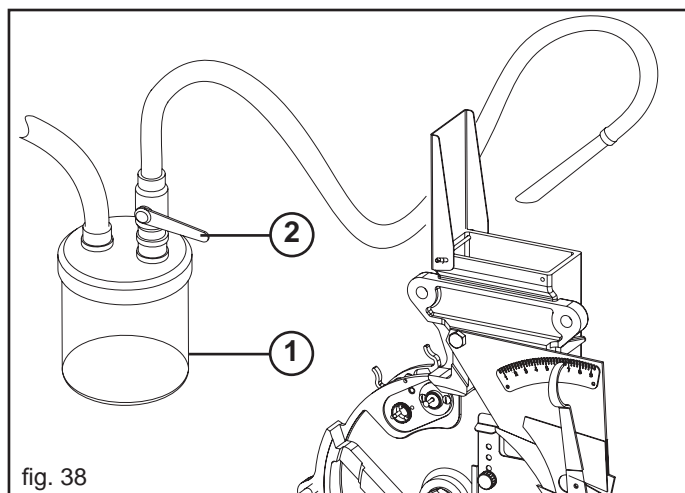

fig. 38
Dieser Apparat (Abb. 38), der mit der Maschine serienmassig geliefert ist, wird am Ende des Säens für die Bergung der übrigen in der Saatkasten ungebrauchten Saatgut verwendet.
Das Ventil (2, Abb. 38) unterhalb des Sammelbehälters (1) öffnen und das Schlauchende in den Saatgutbehälter stecken. Bei stillstehendem Schlepper und gezogener Standbremse die Zapfwelle betätigen, um das Saatgut anzusaugen.